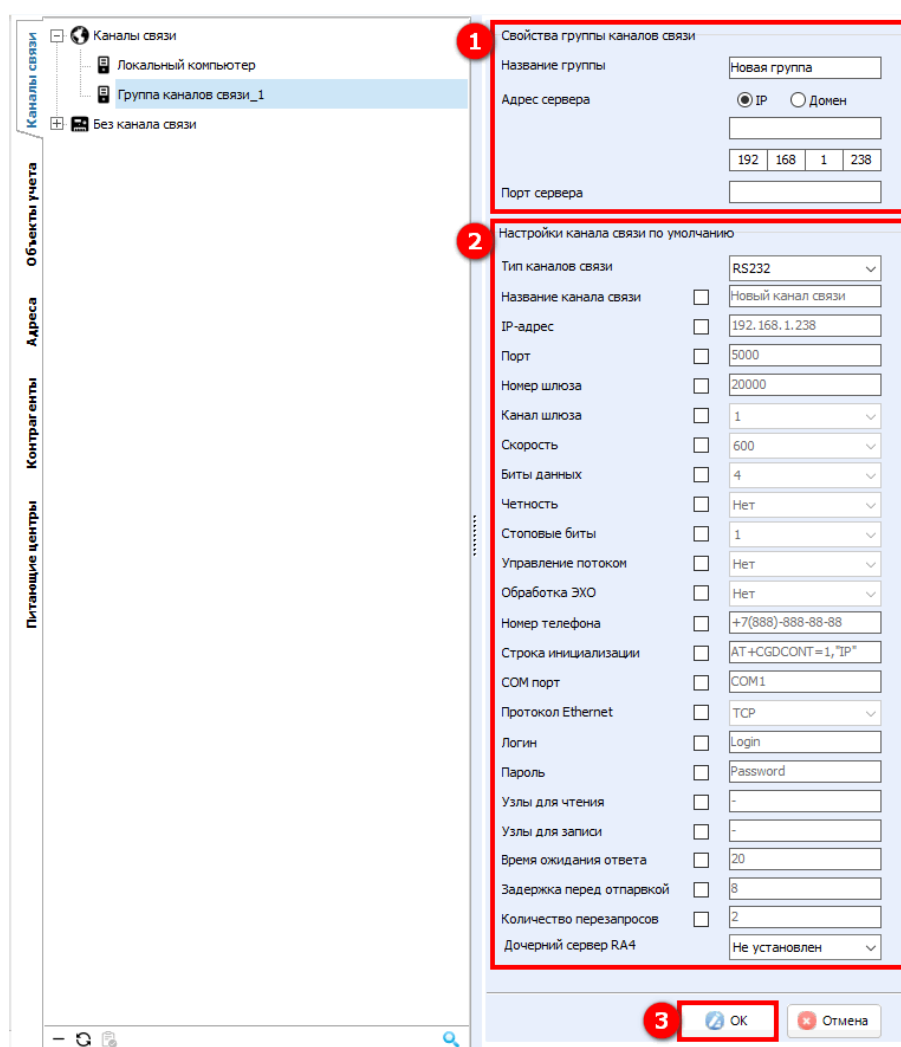

Рисунок 278 – Добавление группы каналов связи
В открывшемся окне необходимо указать наименование добавляемой группы каналов связи, ниже внести данные ее адреса и порта (1) (см. рисунок 278). Заполнение полей настроек канала связи (2) осуществляется в соответствии с п. 4.10.2. После заполнения всех необходимых полей нажимаем кнопку **ОК** (3).